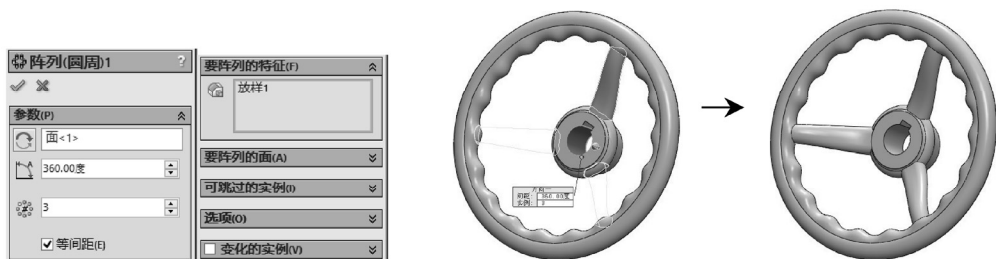

图 3-44 阵列辐条操作
STEP 4 单击“特征”工具栏中的“圆周阵列”列表项, 打开“圆周阵列”属性管理器，选择 **STEP 3** 创建的辐条为要阵列的特征，选择台体的内圆周面为“阵列轴”的参考面，设置阵列角度为 360° ，个数为 3，执行阵列操作，如图 3-44 所示。